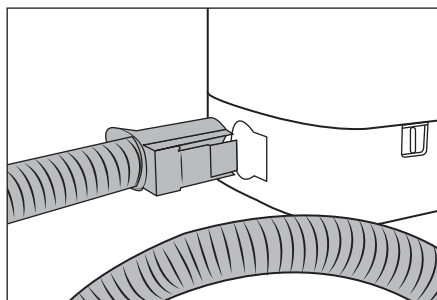

Fig. 2
- ◆ Conecte el tubo de rociado/aspiración **19** en la conexión del tubo de rociado/aspiración **17** del aparato hasta que el botón de desencastre **21** encastre (consulte la fig. 2).